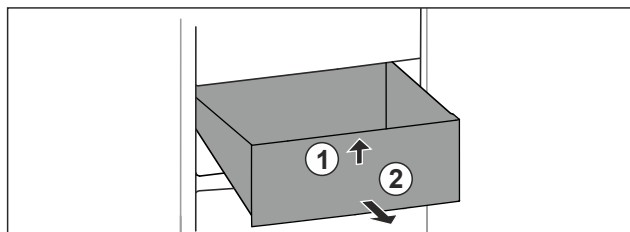

Fig. 136
- ▶ Nadzvedněte zásuvku vpředu. Fig. 136 (1)
- ▶ Vyjměte zásuvku dopředu. Fig. 136 (2)